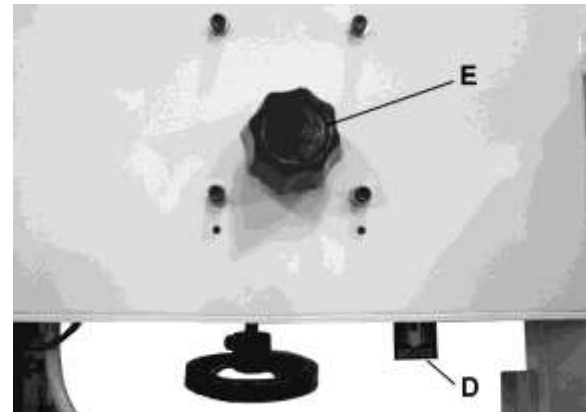

Рис. 8.
4. Используйте индикатор натяжения ленточного полотна (D, Рис. 8) только для примерной настройки. Проверять правильность натяжения следует надавливанием на полотно пальцем.
1. Поворачивайте ручку регулировки хода (E, Рис. 8) по часовой стрелке, чтобы сдвинуть полотно к передней стороне шкива.